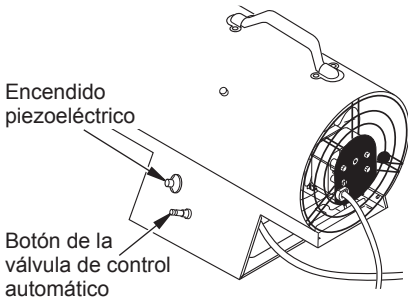

Figura 7 - Botón de la válvula de control automático y el encendido piezoeléctrico (40,000 Btu/Hr Modelos)
6. **40,000 Btu/Hr Modelos** Presione y mantenga presionado el botón de la válvula de control automático (consulte la figura 7). Presione el botón del encendido piezoeléctrico (consulte la figura 7). Continúe presionando el botón del encendido hasta que se encienda el quemador. Cuando se encienda el quemador, mantenga la válvula de control automático presionada. Suelte el botón después de 30 segundos. Esto activará el sistema de control automático.